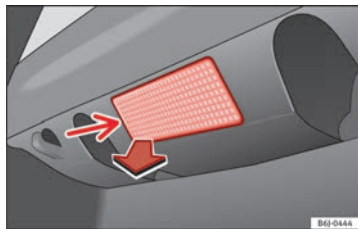

Fig. 200 Luz del maletero.
- Extraiga la tulipa haciendo presión sobre el borde de la parte interior de la misma (flecha) con ayuda de un destornillador por su parte plana ⇒ fig. 200.